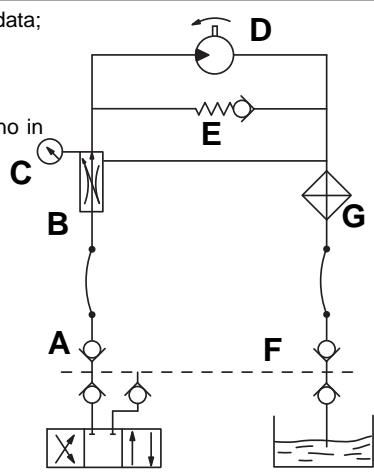

fig. 37 Lato trattore
- **Alimentazione dell'olio:** attenersi ai dati dello schema Fig. 37.
Nei trattori con pompa a portata variabile (circuito idraulico chiuso), dotati di regolatore della portata d'olio, si deve aprire completamente il regolatore a tre vie (B, Fig. 37) e partendo con poca portata d'olio aprire gradualmente il regolatore interno del circuito del trattore fino al raggiungimento della pressione desiderata, indicata dal manometro (C, Fig. 37).